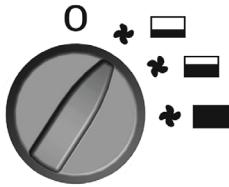

FIG. 1
- Fig.: 1** – Minimale capaciteit